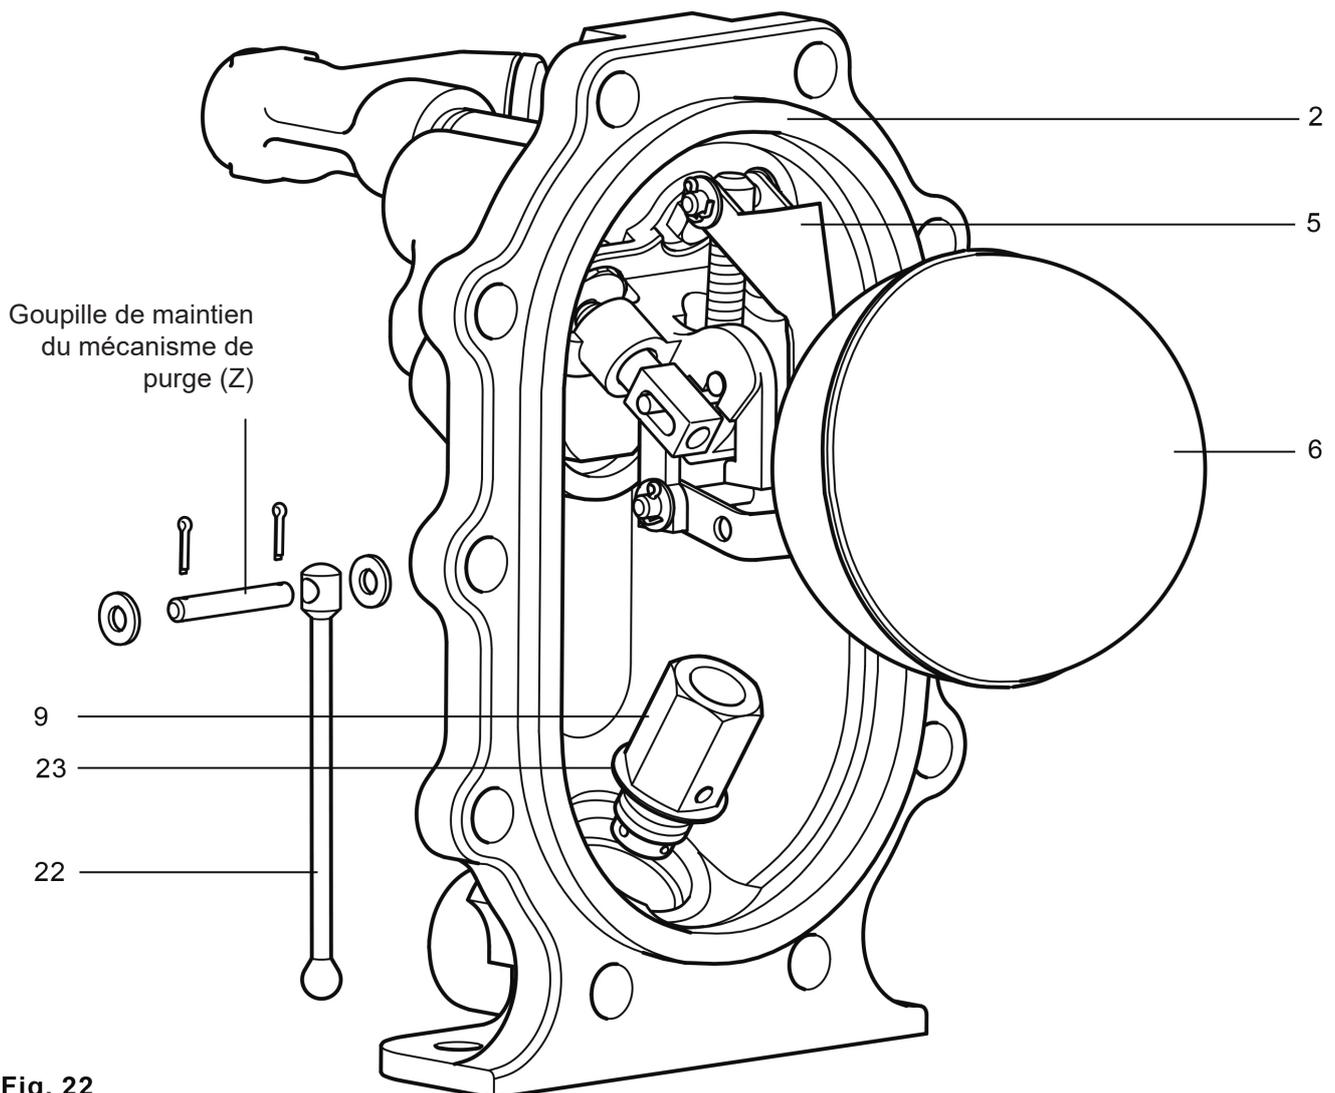

Fig. 22
4. Retirer la goupille fendue, la rondelle et l'axe du pivot (Z) (voir Fig. 22).